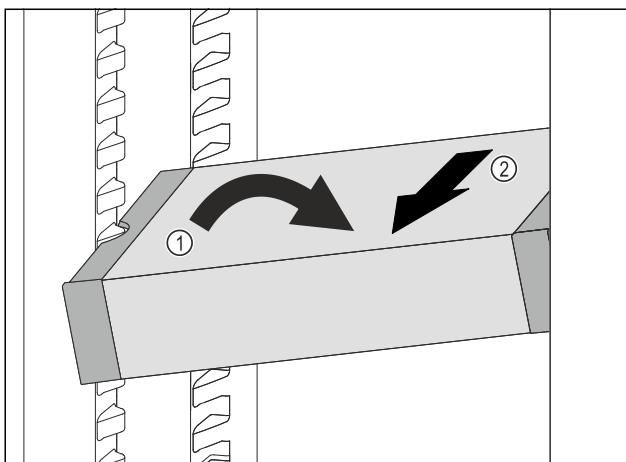

Fig. 59
- ▶ VarioSafe im Kühlteil schräg stellen. Fig. 59 (1)
- ▶ VarioSafe nach vorne entnehmen. Fig. 59 (2)